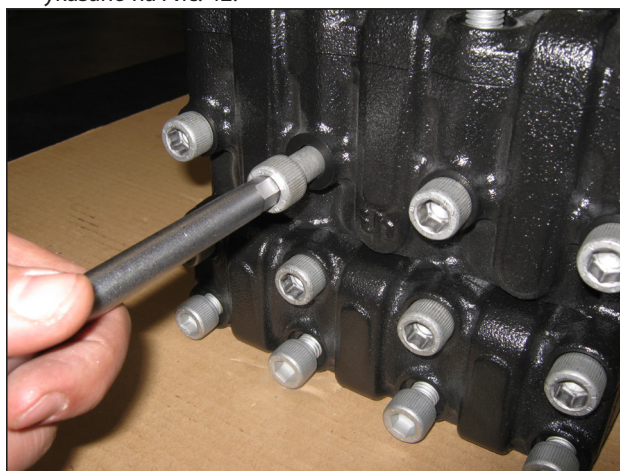

Рис. 42
- а) Открутите винты крепления торца M12x190, как указано на Рис. 42.